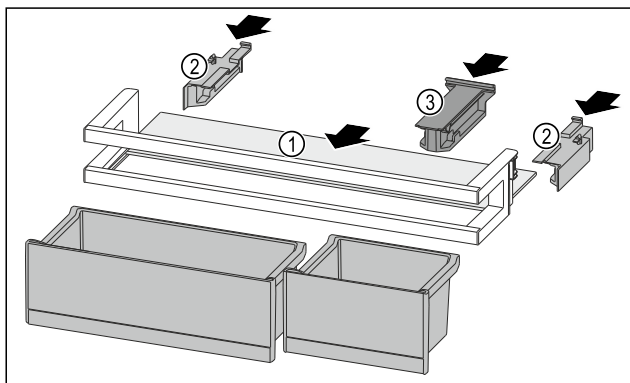

Fig. 140
- Tolja be a tárolólapot Fig. 140 (1) az oldalsó bemarásokba.
- Helyezze be az oldalsó részeket Fig. 140 (2).
- Helyezze be a tartóelemet Fig. 140 (3).